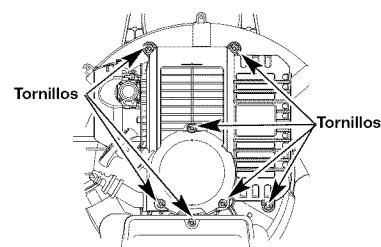

Fig. 28
1. Quite los siete (7) tornillos de encima de la tapa del motor con un destornillador de pala o Torx #25 (Fig. 28).
3. Deje enfriar el motor. Quite los siete (7) tornillos de encima de la tapa del motor con un destornillador de pala o Torx #25 (Fig. 28). Saque la bujía de encendido y coloque 5 gotas de aceite de motor de buena calidad en el cilindro. Tire de la cuerda de arranque lentamente para distribuir el aceite. Vuelva a instalar la bujía de encendido.